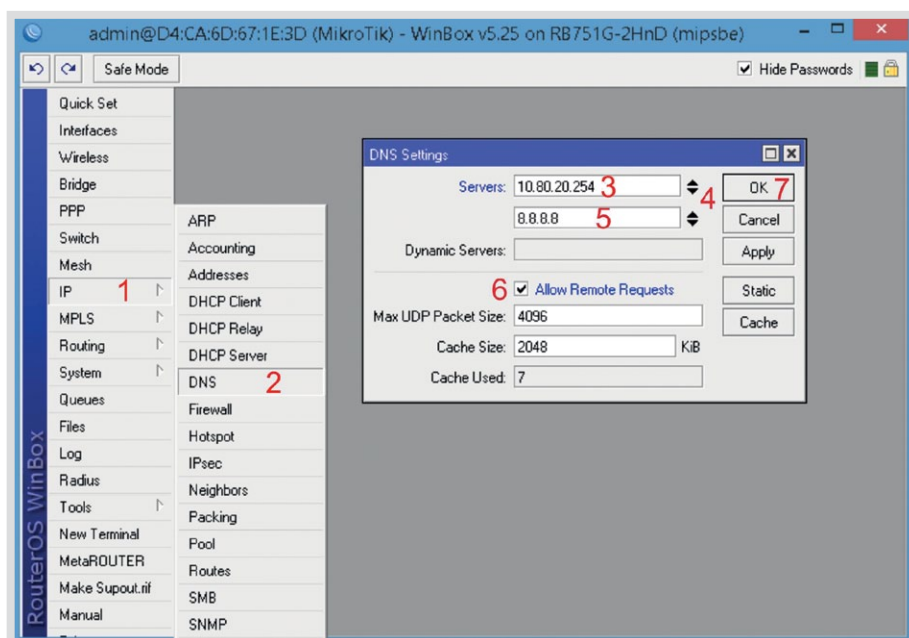

Рис. 11. Адреса DNS серверов.
1. Открываем меню **IP** (рис. 11);